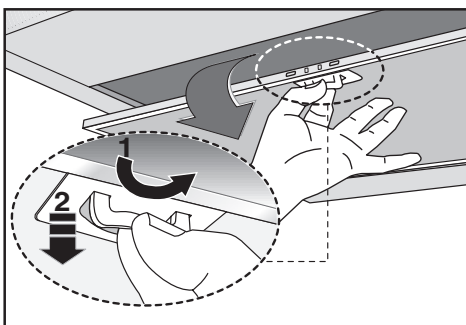

Fig.7
• Минимальная дистанция между опорной нагревающейся плоскостью и нижней частью кухонного дымохода должна быть не менее **65 см**. Если применяется соединительная труба из двух и более частей, то верхняя часть должна располагаться снаружи нижней части. Не соединять выброс из вытяжки с каналом циркуляции горячего воздуха или с каналом, используемым для отвода дыма от устройств, запитываемых иной энергией кроме электрической. Перед тем как приступить к сборке устройства, для облегчения его монтажа отсоедините фильтр/жироулавливающий фильтр (Рис.7).